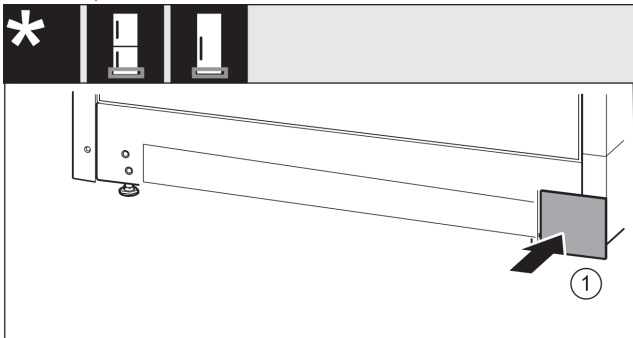

Fig. 50
- ▶ Снова установите крышку Fig. 50 (1) с другой стороны.